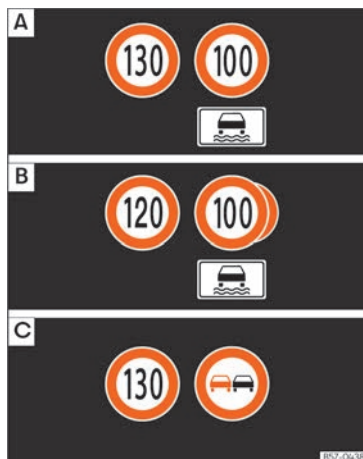

Abb. 13 Display im Kombi-Instrument: Beispiele für erkannte Geschwindigkeitsbeschränkungen oder Überholverbote mit ihren zugehörigen Zusatzzeichen.
Die vom System erkannten Verkehrszeichen werden am Display des Kombi-Instruments >>> (Abb. 13) und je nach installiertem Navigationssystem auch im Infotainment-System angezeigt.
Nach Überprüfung und Auswertung der Informationen der Kamera, des Infotainment-Systems sowie der aktuellen Fahrzeugdaten werden im System bis zu drei aktuelle Verkehrszeichen  **[Abb. 13]**  mit den entsprechenden Zusatzinformationen angezeigt.
- **Erste Stelle:** Das für den Fahrer gegenwärtig gültige Verkehrszeichen wird auf dem Display links angezeigt. Zum Beispiel die Geschwindigkeitsbegrenzung 130 km/h [100 mph]  **[Abb. 13]** .
denes Geschwindigkeitsgebot, wird das Überholverbotschild an zweiter Stelle angezeigt  **[Abb. 13]** .